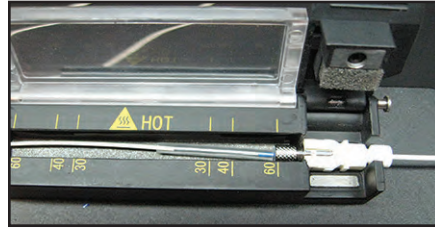

Figura 7
- Transfira a emenda para o forno de aquecimento da luva de emenda, no lado direito (Figura 7). Verifique se a posição da luva de emenda encobre a parte metálica do conector splice-on. Use o modo n.º 1 do aquecedor de 60 mm com o centro e bordas ativados. Pressione o botão **HEAT** (AQUECER) para operar o ciclo de contração.